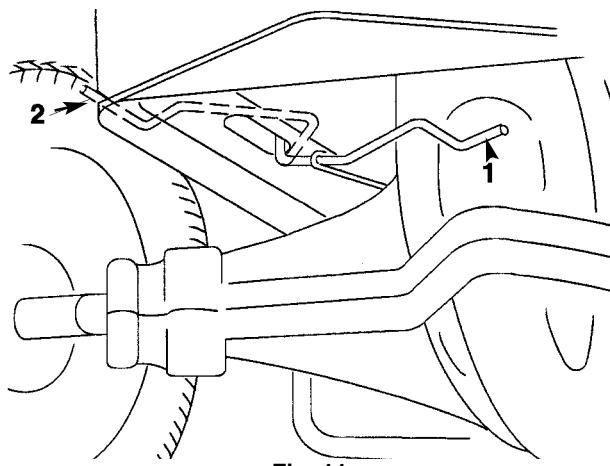

Fig. 11
2. Spostare il cavo di comando della trasmissione in posizione di spinta "PUSH". La trasmissione viene così disinnesata, e le ruote possono girare liberamente (Fig. 11).
1. Spostare il cavo di comando della trasmissione in posizione di servizio "Operate"; la trasmissione è ora innestata (Fig. 11).